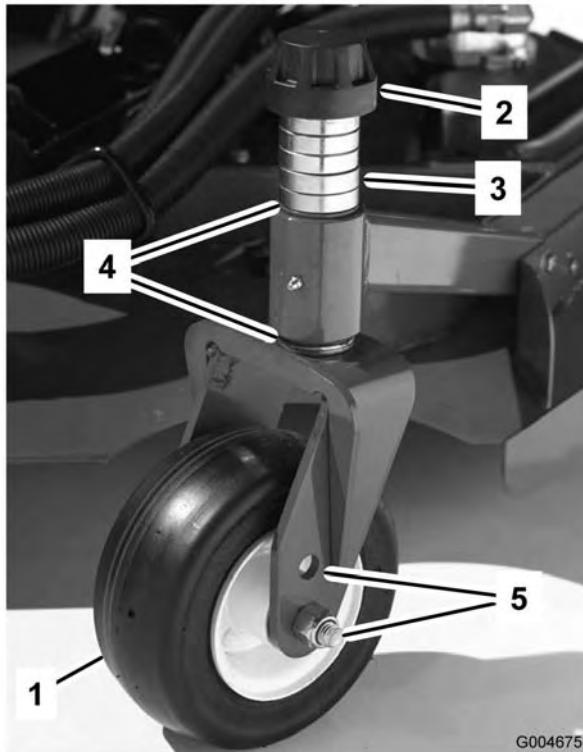
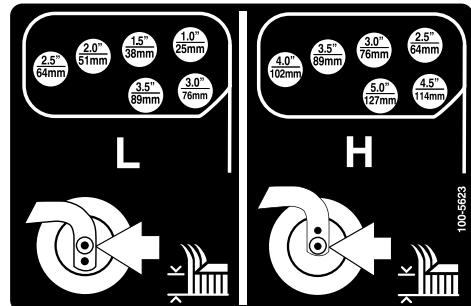
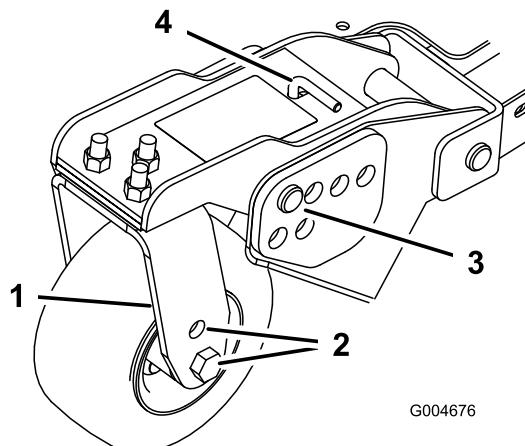

Bild 18
Bild 21
Bild 20
1. Stecken Sie die Laufradachsen in allen Gabeln in die gleichen Löcher (Bild 18 und Bild 20). Siehe die nachstehende Tabelle, um das richtige Loch für die jeweilige Einstellung festzustellen.
2. Entfernen Sie die Spannkappe von der Spindelwelle (Bild 18) und ziehen die Spindel aus dem Laufradarm heraus. Ziehen Sie zwei
4. Entfernen Sie den Splint und den Lastösenbolzen von den Laufradgelenkkästen (Bild 20).
5. Drehen Sie die Spannstange, um den Gelenkarm anzuheben oder abzusenken, bis die Löcher mit den ausgewählten Löchern in der Schnithöhenhalterung im Mähwerkrahmen ausgerichtet sind (Bild 20 und Bild 21).